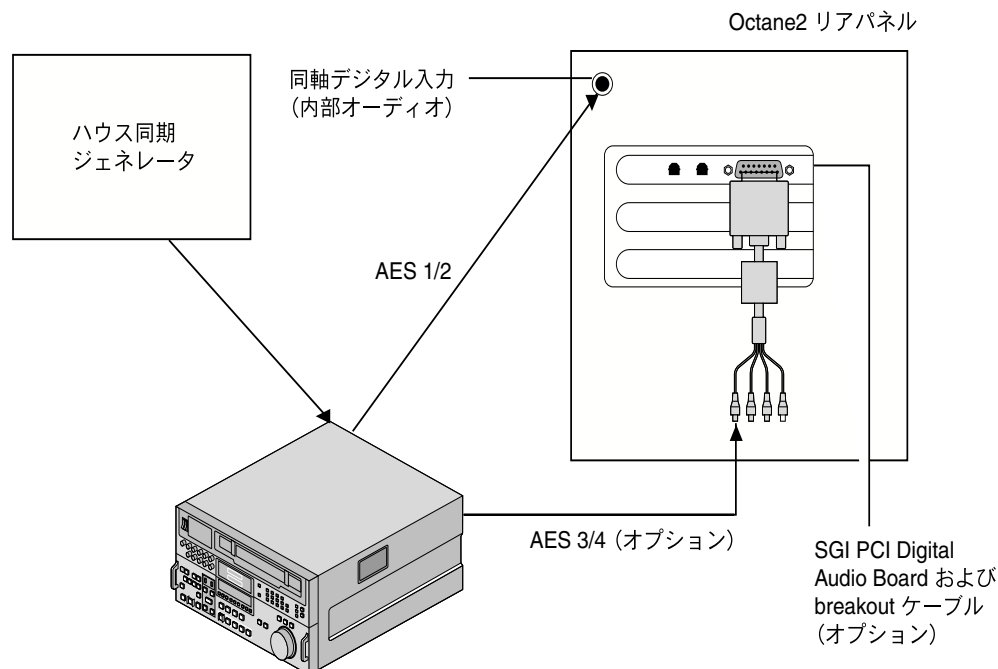

図 4-1 Octane2 ワークステーションでのオーディオの同期
1. 図4-1 に示すように、ハウス同期ジェネレータをデジタルテープデッキに接続します。